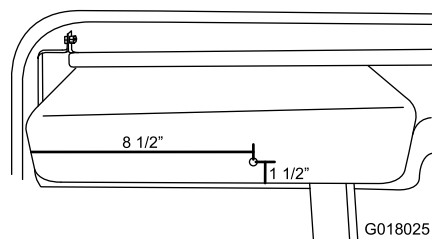

図 14
1. グローブボックスrの左側から 220 mm おいび下から40 mm の位置に直径 5/16 インチ8 mm の穴を開ける図 14。